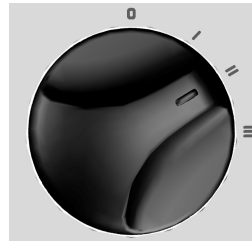

fig. 4
- Para activar la función POTENCIA MEDIA, gire la manija "A" (fig. 1) de tal forma que la referencia "I" quede alineada con el símbolo "II", presente en el panel de mandos (fig. 4).